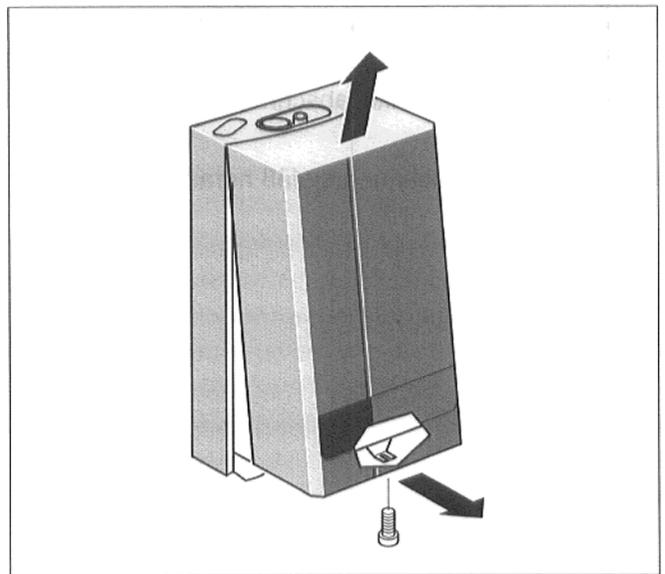

Abb. 4 Verkleidung abnehmen
- Halteschraube der Verkleidung lösen (Abb. 4).